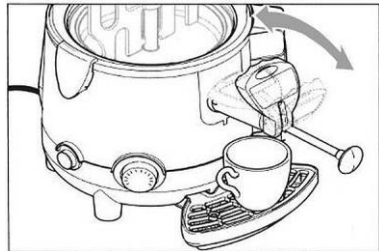

Fig.11
1. Tøm beholderen med apparatet tændt ved at aktivere taphanen (fig. 11) inden rengøring.